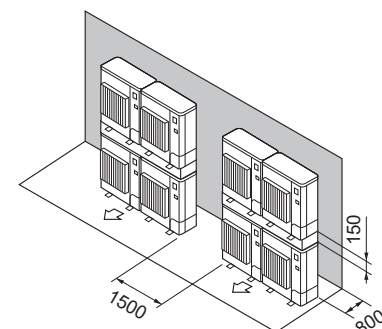

Fig. 2-19
- (7) Disposição de unidades sobrepostas (Fig. 2-19)
(7) Disposição de unidades sobrepostas (Fig. 2-19)